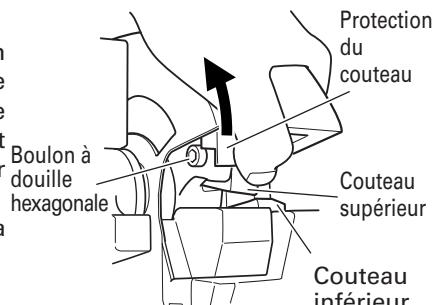

Fig. 10
- (1) Tirer légèrement sur l'interrupteur de façon que le couteau supérieur se déplace lentement. Lorsque le boulon à douille hexagonale qui fixe le couteau supérieur sort du couvercle de came, couper l'interrupteur et arrêter le moteur.
- (2) Débrancher le cordon d'alimentation de la prise.
- Si l'on retire le boulon à douille hexagonale avec une clé Allen, le couteau sortira. (Pousser la protection du couteau vers le haut dans le sens la flèche de la Fig. 10 pour faciliter le retrait du couteau supérieur.)
- Si l'on retire le boulon à douille hexagonale à l'aide de la clé Allen, on pourra retirer le couteau. (Pousser la protection du couteau dans le sens de la flèche, comme indiqué à la Fig. 10, pour faciliter le retrait du couteau supérieur.)